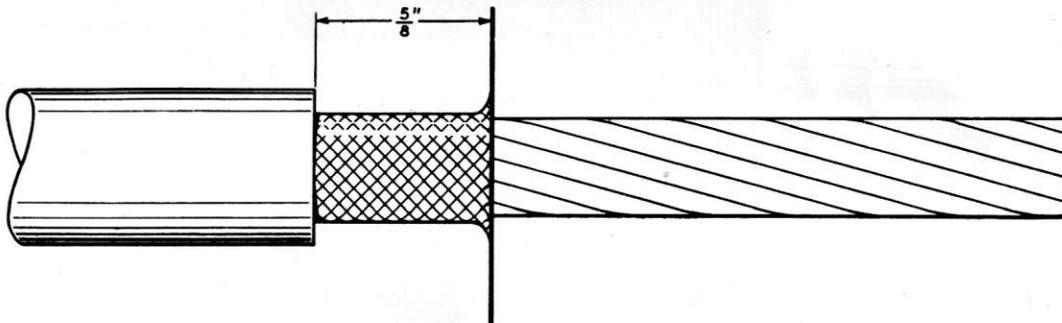

FIGURE 28b.
(3) Avec les doigts, redresser les extrémités du blindage, à angle droit, de manière à former une couronne circulaire, à 15 mm environ ($\frac{5}{8}$ inch) de l'extrémité de la gaine isolante (voir fig. 28b).